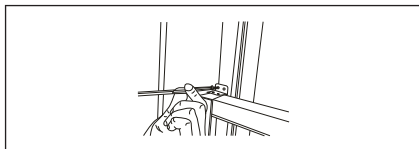

Fig. 16
6. Para sujetar la guillotina inferior en su sitio, acople el cierre de guillotina de ángulo recto con un tornillo de 12,7 mm como se indica en la Fig. 16).